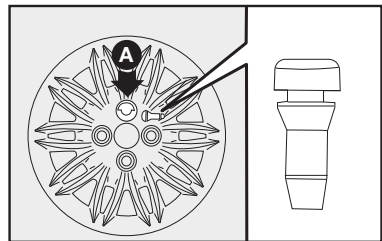

fig. 15
- Coloque a presión la taza de la rueda en la llanta, haciendo coincidir el símbolo , grabado en el interior de la taza, con la válvula de inflado; de esta forma, el orificio más grande de la taza **A-fig. 15** pasará a través del tornillo colocado anteriormente.